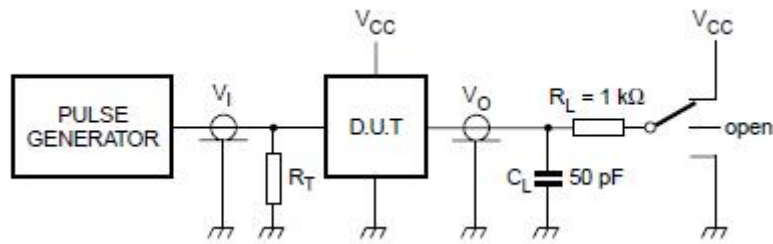

图 6.测试开关速度的负载电路
3.3.4、交流参数 1 ($T_{amb}=25^{\circ}\text{C}$, $GND=0$, $t_r=t_f=6.0\text{ns}$, $C_L=50\text{pF}$, 见图 6)
3.3.5、交流参数 2 ($T_{amb}=-40\sim+85^{\circ}C$, $GND=0$, $t_r=t_f=6.0ns$, $C_L=50pF$, 见图 6)
3.3.6、交流参数 3 ($T_{amb}=-40\sim+125^{\circ}C$, $GND=0$, $t_r=t_f=6.0ns$, $C_L=50pF$, 见图 6)